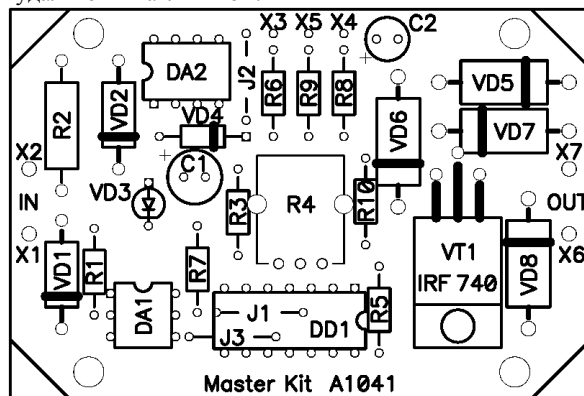

Рис.3 Расположение элементов на печатной плате
- отформуйте выводы компонентов и установите их (способ установки светодиода показан на рис.5) на печатной плате (см. рис. 3).